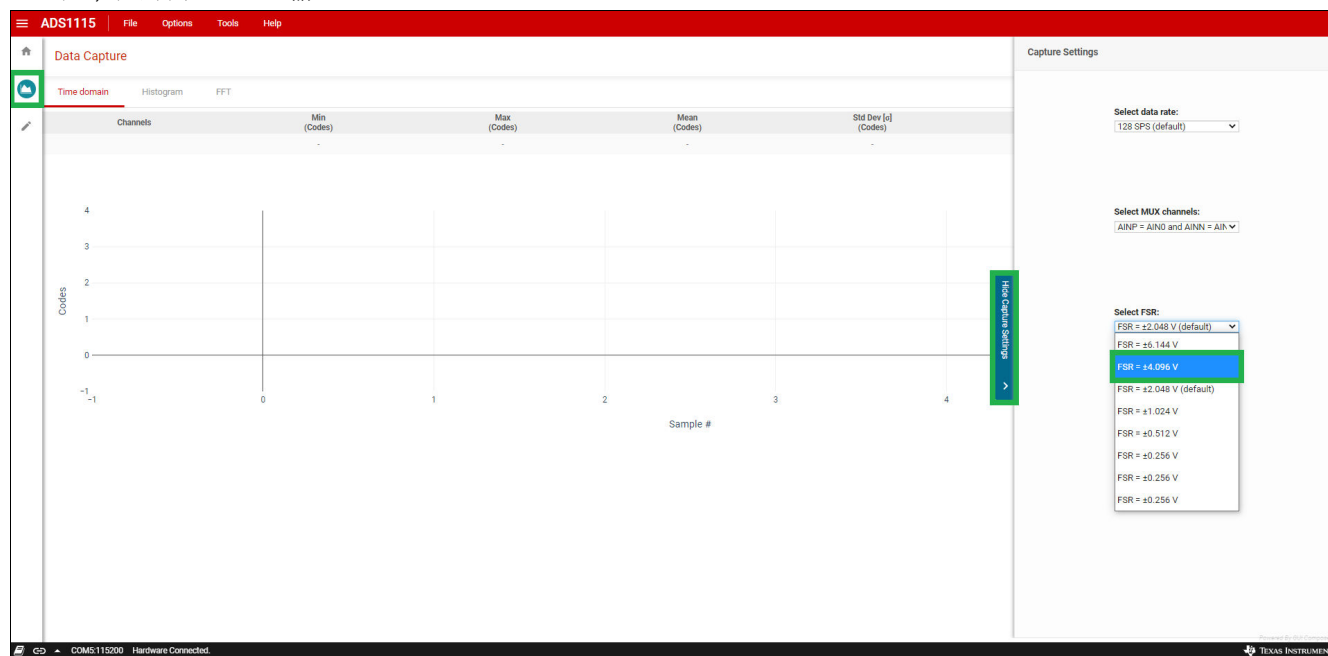

图 2-3. 采集设置 - 满标量程 (FSR)
| 图 2-3. 采集设置 - 满标量程 (FSR)                       | 6  |
2. 从 **Select FSR** (选择 FSR) 下拉菜单中选择 **FSR = ±4.096V**，如图 2-3 中所示。需要进行选择以增加满标量程，从而测量 3.3V 输入。